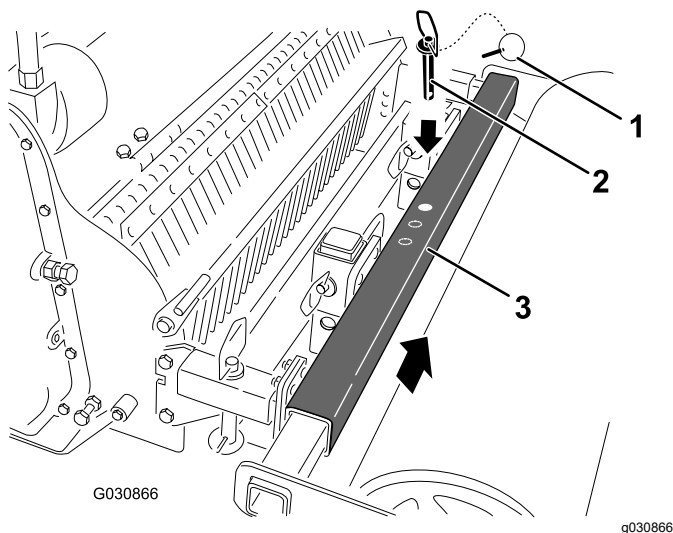

Figura 8
3. Retire o pino de derivação (Figura 8).
4. Deslize o rolo para a posição desejada (Figura 8).